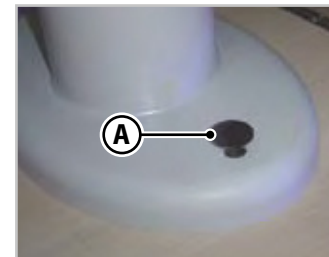

Fig.6.21 - Teleskopben
1. Tryck med foten på knappen (A-Fig.6.21) placerad vid bordets bas.